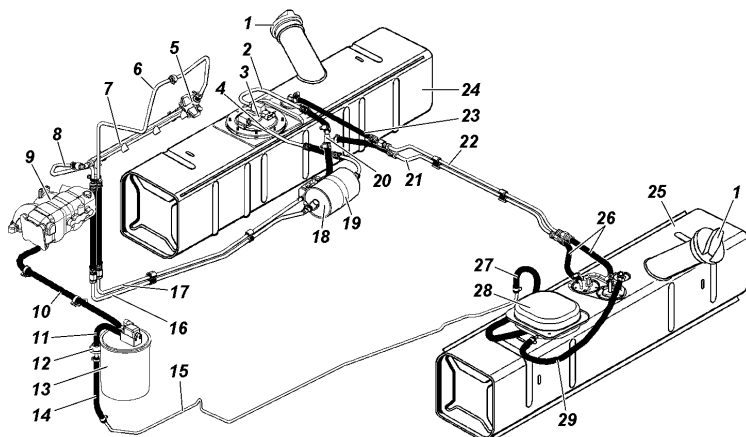
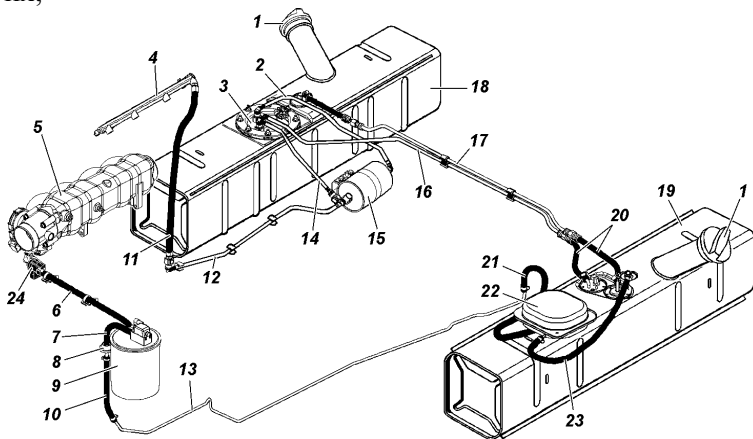

Рис. 9.27. Схема системы питания двигателя топливом
Рис. 9.28. Схема системы питания двигателя топливом (Экологический класс 3):
Топливные баки 24, 25 (рис. 9.27) и 18, 19 (рис. 9.28).
- откройте люк в полу кузова над электробензонасосом 3 и отверните болты крепления сепаратора 28 (рис. 9.27) или 22 (рис. 9.28) и выньте его, отсоедините от него шланги;
Электробензонасос 3 (рис. 9.27) погружного типа с датчиком указателя уровня топлива.
На автомобилях экологического класса 3 установлен топливный модуль 3 (рис. 9.28) погружного типа, включающий в себя электробензонасос, струйный насос и регулятор давления и датчик указателя уровня топлива.